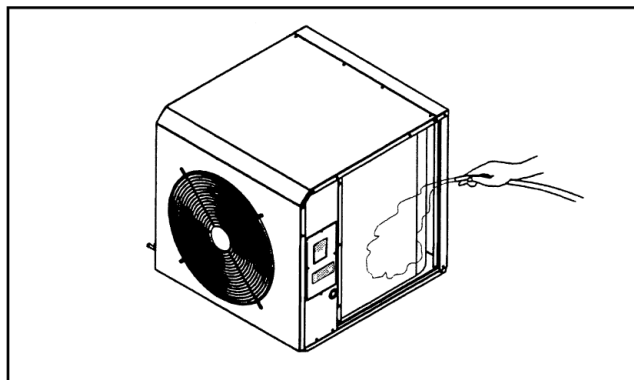

Рис. 11 Промывание теплообменника водой
2. Очистите теплообменник струей воды или сжатого воздуха (рис. 11).